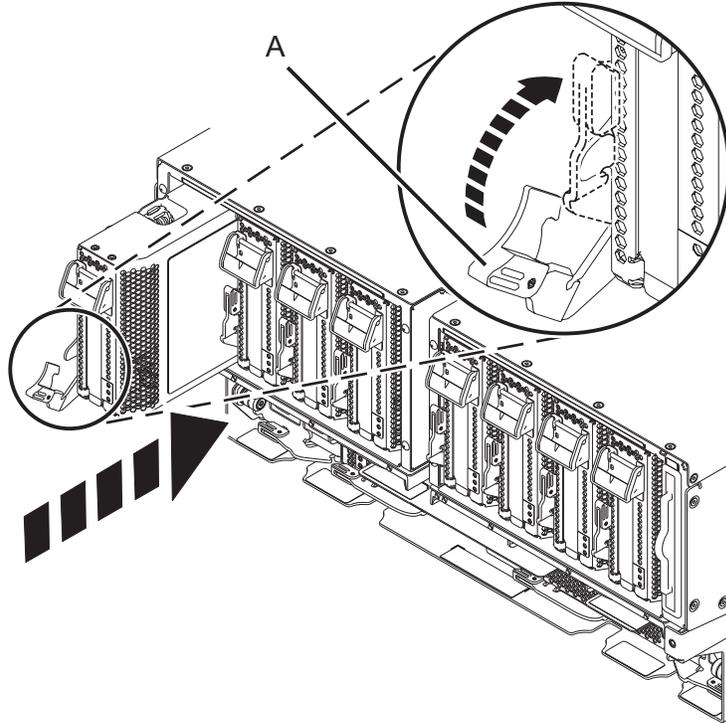

図 9. システムでの PCIe アダプター・カセットの取り付け
- a. カセット・ハンドル (A) をオープン位置にして、アダプター・カセットの両端を注意深く握り、アダプター・カセットをスロットの位置に合わせてください。10 ページの図 9 を参照してください。
- c. カセットをスロットに完全に挿入したら、10 ページの図 9 に示す方向に赤褐色のカセット・ハンドル (A) を回転させて、アダプター・カセットをスロットにロックします。